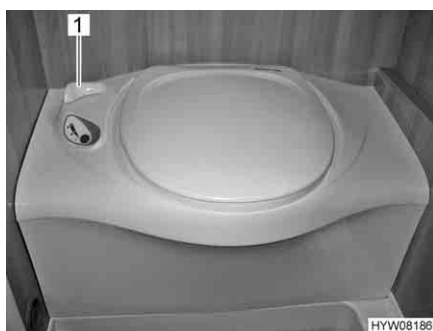

Fig. 203 Inodoro Thetford
- Antes del lavado, abrir la corredera del inodoro Thetford. Para ello, girar la palanca de corredera (Fig. 203,1) en sentido contrario a las agujas del reloj.
- Tras el lavado, cerrar la corredera. Para ello, girar la palanca de corredera (Fig. 203,1) en sentido de las agujas del reloj.